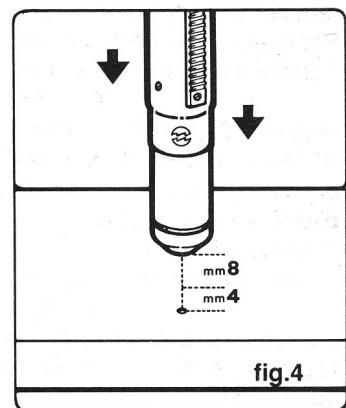

fig.4
- **en cas d'emploi en automatique** (voir figure 4) tenir la buse à une distance de 7/8 mm de la pièce et, si possible, après avoir fait l'orifice, l'approcher à 4 mm environ.